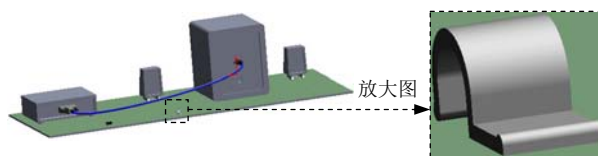

图 11.11.10 旋转线夹 2
Step9. 旋转线夹 2。同 Step8, 将线夹 2 旋转-90.0°。旋转结果如图 11.11.10 所示。